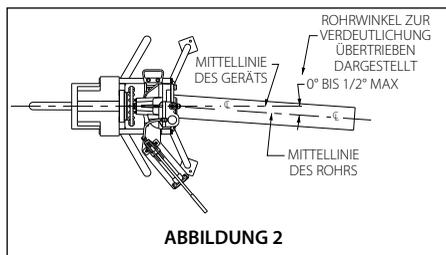

ABBILDUNG 2
2. Positionieren Sie den Rohrständer etwa ½° links davon (Spurwinkel). Siehe Abbildung 2.